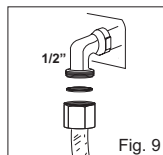

Fig. 9
OROLOGIO TEMPORIZZATORE ELETTRONICO PER CUCINA (Fig. 9)
- 2) mediante tubo flessibile in acciaio inossidabile a parete continua con attacco meccanico conforme alle norme UNI-CIG 9891 (massima lunghezza del tubo esteso 2.000 mm). Il tubo va collegato direttamente al gomito della rampa (vedi fig.9).